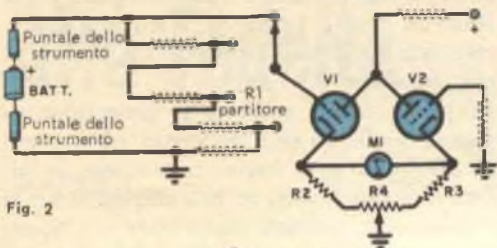

Fig. 2
**Voltmetri elettronici** - Questo circuito, nella sua forma più comune, si può ritrovare nel voltmetro elettronico; in *fig. 2* è illustrato il circuito base di un voltmetro elettronico. Finché le correnti che passano attraverso le due valvole sono identiche, le cadute di tensione ai capi di  $R_2$  e  $R_3$  saranno identiche e quindi attraverso lo strumento non scorrerà corrente (il potenziometro  $R_4$  serve per compensare le eventuali differenze nelle caratteristiche delle valvole o variazioni nei valori di  $R_2$  e  $R_3$ ); per vedere come funziona il voltmetro elettronico, proviamo a toccare con i due puntali i terminali di una batteria; la tensione della batteria appare ai capi di  $R_1$ , cambiando così la tensione di polarizzazione di  $V_1$ ; la griglia diviene allora più positiva e in  $V_1$  passa una maggior corrente anodica; la caduta di tensione ai capi di  $R_2$  aumenta, il ponte viene a